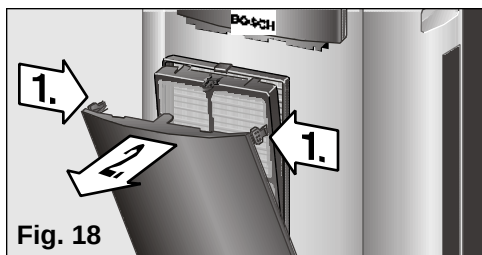
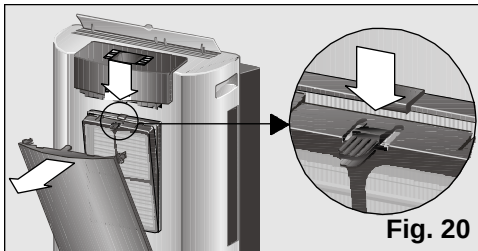

Fig. 19
Fig. 20
Tous les modèles comportent un filtre d'air de base qu'il faut nettoyer au bout d'un certain temps, Fig. 19. Pour cela, il suffit d'appuyer sur le clip situé sur la partie supérieure et de le retirer, Fig. 20. Pour le laver, il suffit de le passer sous l'eau courante, de le sécher et de le remettre à sa place.
- ☐ Retirez le filtre de base de l'appareil, **Fig. 20**.